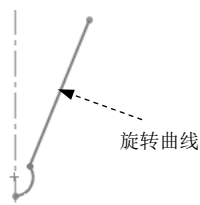

图 5.3.7 定义旋转曲线
Step3. 定义旋转曲线。选取图 5.3.7 所示的曲线为旋转曲线，系统弹出图 5.3.8 所示“曲面-旋转”对话框。
说明：在选取旋转曲线时，系统自动将图 5.3.7 所示的中心线选取为旋转轴，所以此例不需要再选取旋转轴；用户也可以通过激活  后的文本框来选择中心线。